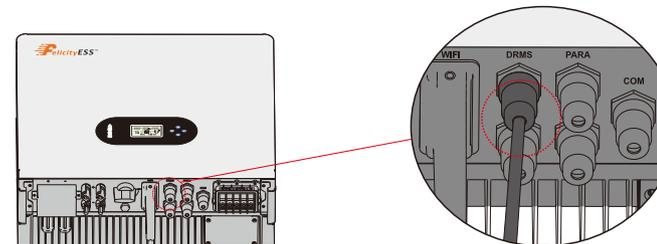

Figura 4.5-5 Interfaccia RJ45
**4° Passo.** Collegare il terminale RJ45 alla posizione corretta sull'inverter. Vedere la Figura 4.5-5.